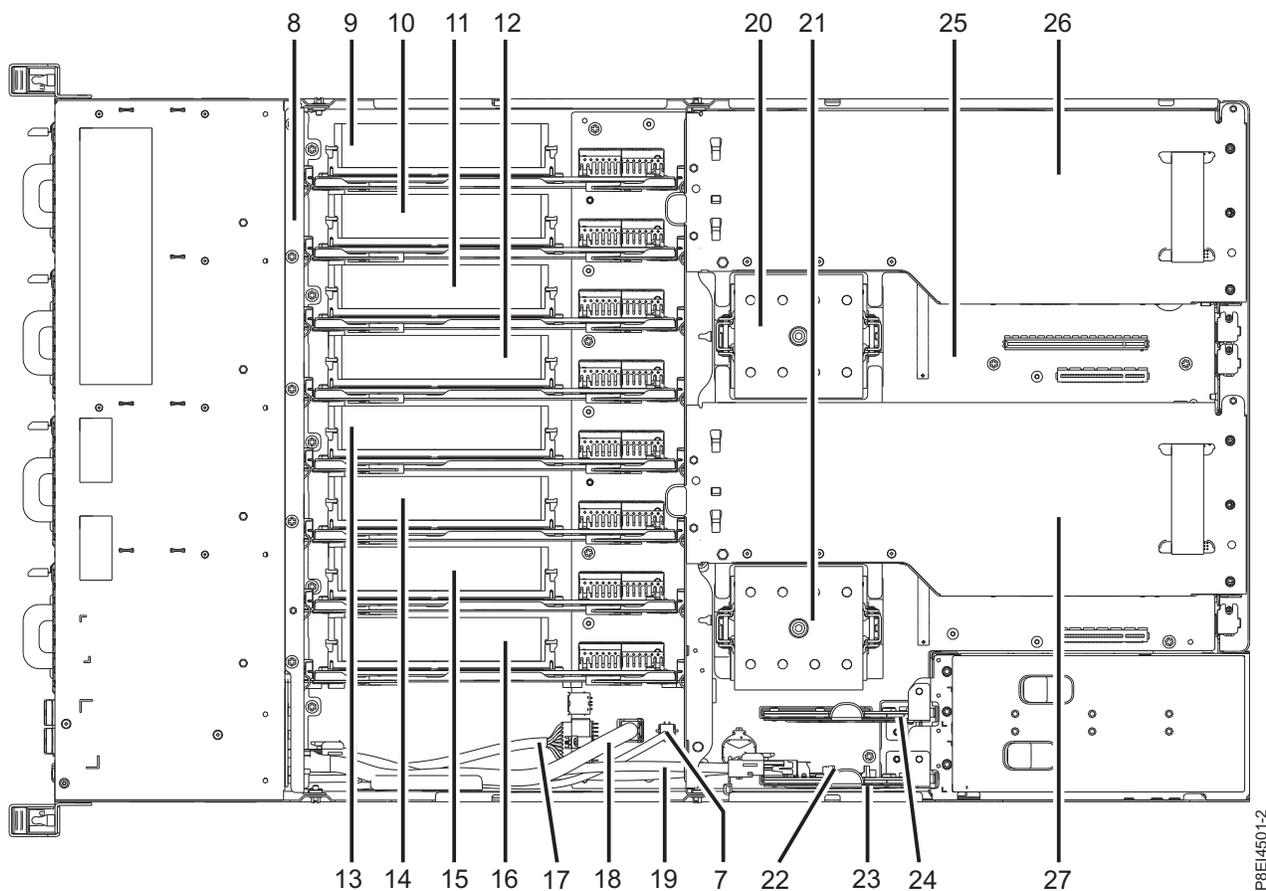

Figura 37. Localização dos risers de memória: posições 9 a 16
2. Localize o riser de memória. Figura 37 na página 38 mostra a localização dos risers de memória no sistema 8335-GCA ou 8335-GTA.